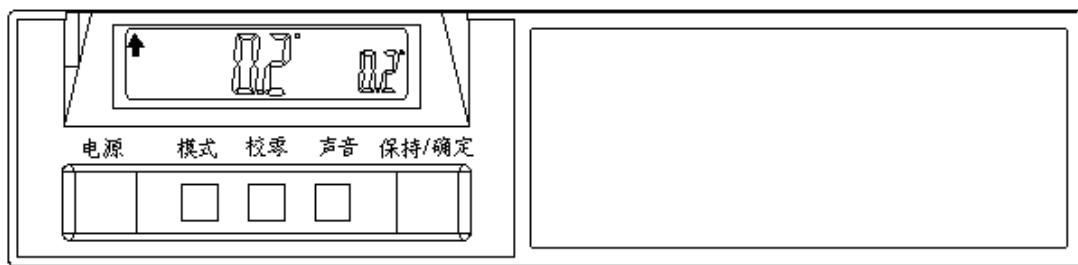

图 G-1
坡度计正面分为以下几大部分：液晶显示区，按键区，标签区，见图 G-1。
坡度计的角度显示有符号数，最小分辨单位 0.1。坡度计如图 G-1 水平放置，此时坡度计左测量面高于右测量面时为正角度，同时向上的箭头被点亮。左边低于右边时为负角度，同时向下的箭头亮起。
**设置方式：**通过【电源】按钮设置，见图 G-1 所示；
**设置方式:** 通过【保持/确定】按钮设置, 见图 G-1 所示;
**设置方式:** 通过【校零】、【保持/确定】按钮设置, 见图 G-1 所示;
**设置方式:** 通过【声音按钮设置, 见图 G-1 所示;